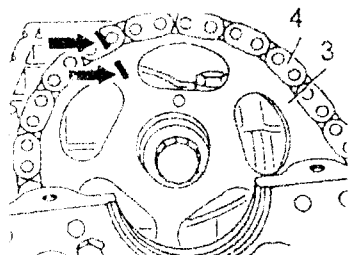

Fig. 83
Marcar la señal de montaje (flecha) en la cadena de sincronización (4) y la rueda dentada del eje de levas (3). Desarmar el tensor de cadena (Fig. 83).